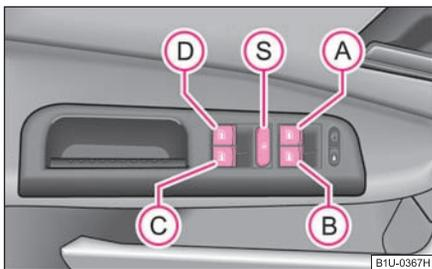

Fig. 41 Touches dans la portière du conducteur
Les touches des vitres se trouvent dans l'accoudoir de la porte du conducteur ⇒ fig. 41, porte côté passager AV et dans les portes AR*.
Vous pouvez neutraliser les touches pour les lève-vitres dans les portes arrière en appuyant sur la touche de sécurité Ⓢ ⇒ fig. 41. Vous pouvez réactiver les touches pour les lève-vitres dans les portes arrière en réappuyant sur la touche de sécurité Ⓢ.
- Si des enfants sont assis sur les sièges arrière, nous vous recommandons de neutraliser les lève-vitres électriques des portières arrière (touche de sécurité)  ⇒ page 45, fig. 41.